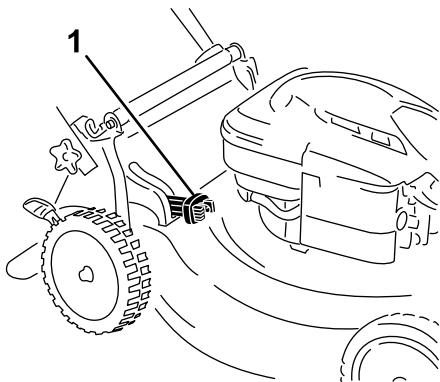

Figure 16
- **Pour ramasser les déchets d'herbe et de feuilles**, appuyez sur le bouton du levier de ramassage sur demande et déplacez le levier en avant jusqu'à ce que le bouton ressorte (Figure 16).